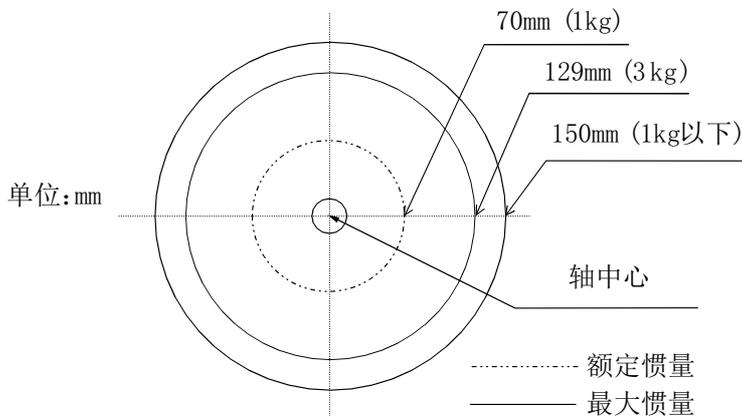
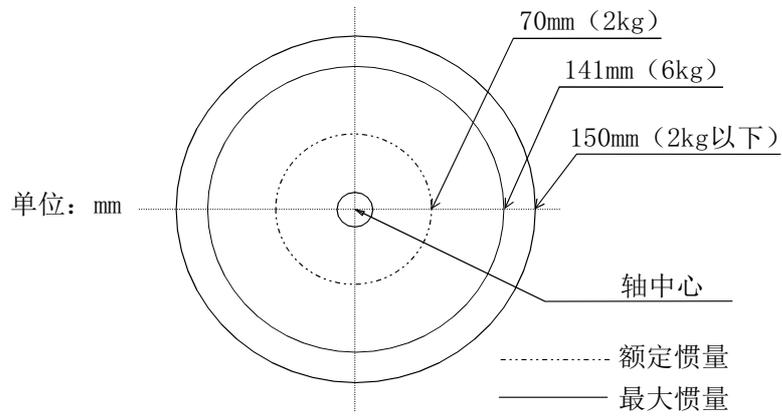

图 2-1: RH-3CRH 的负载重心位置 (负载体积较小的情况下)
图 2-2: RH-6CRH 的负载重心位置 (负载体积较小的情况下)
- (1) 关于工艺装备，应满足第 8 页的“2.1.1 基本规格”中记载的允许惯量以下的条件。
- (2) 负载的体积比较小情况下的重心位置分布尺寸如图 2-1、图 2-2 中所示。应参考这些图进行工艺装备的设计。
在图 2-1、图 2-2 中记载的最大惯量时的圆内侧使用。